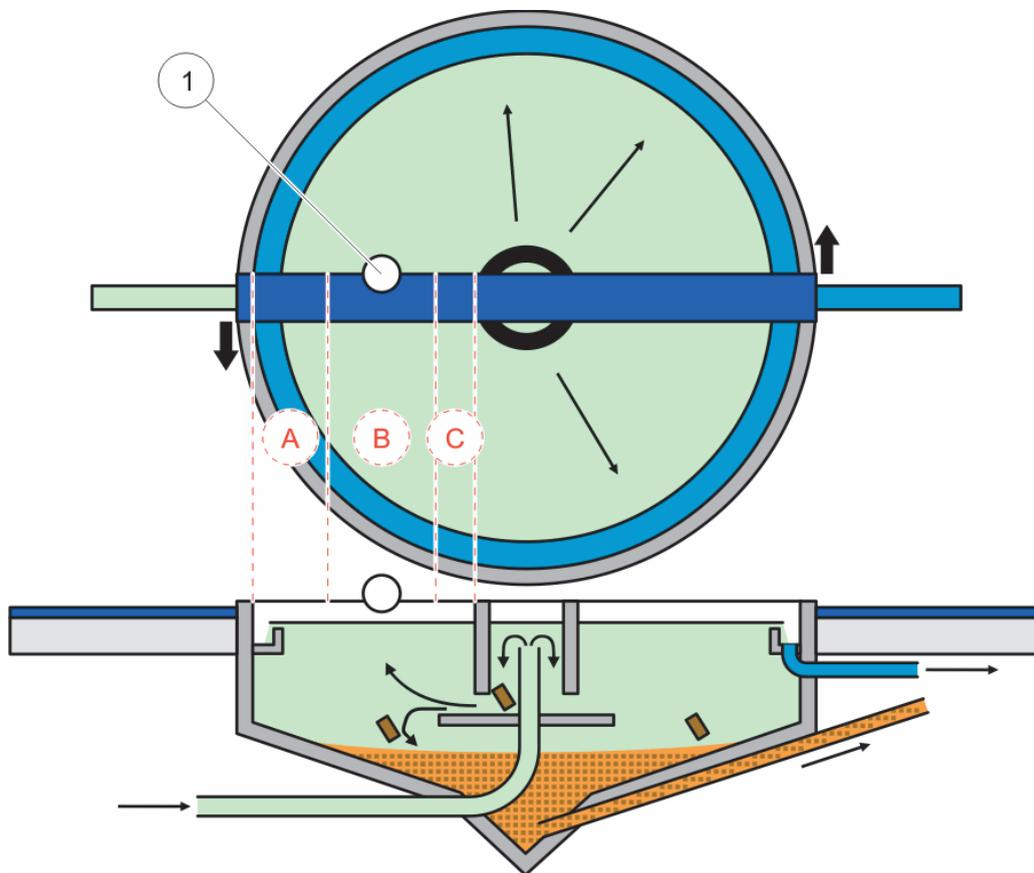
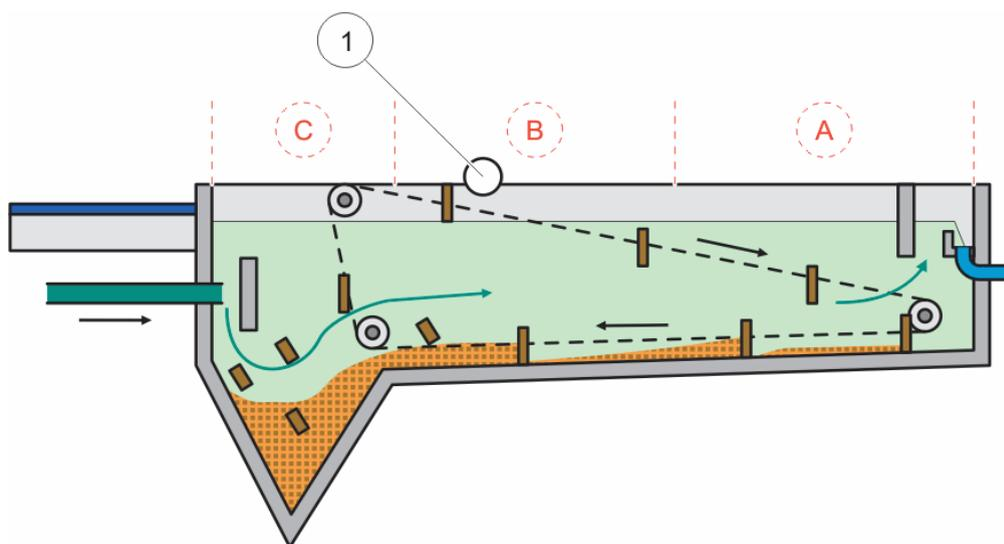

Рисунок 7 Круглый резервуар
Рисунок 8 Прямоугольный резервуар
Подходящее место для установки датчика определяется в зависимости от формы резервуара. На нижеследующих рисунках показаны примеры обычного расположения для круглого и прямоугольного резервуаров. Точка (1) в Рисунок 7 и Рисунок 8 подходит для выполнения измерений.
**Примечание:** *Примечания по установке: В круглых резервуарах с перемычкой для вращающегося скребка датчик следует устанавливать по направлению вращения на задней части перемычки (Рисунок 7).*